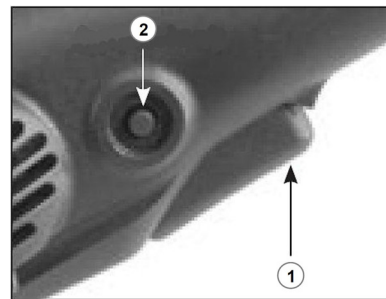

Fig. 8: Interruptor de bloqueo
Paso 5: Para girar el interruptor de encendido/apagado (1, Fig.8) en Para bloquear en la posición presionada, presione el botón de bloqueo (2). Para apagar, presione y suelte el botón de bloqueo.